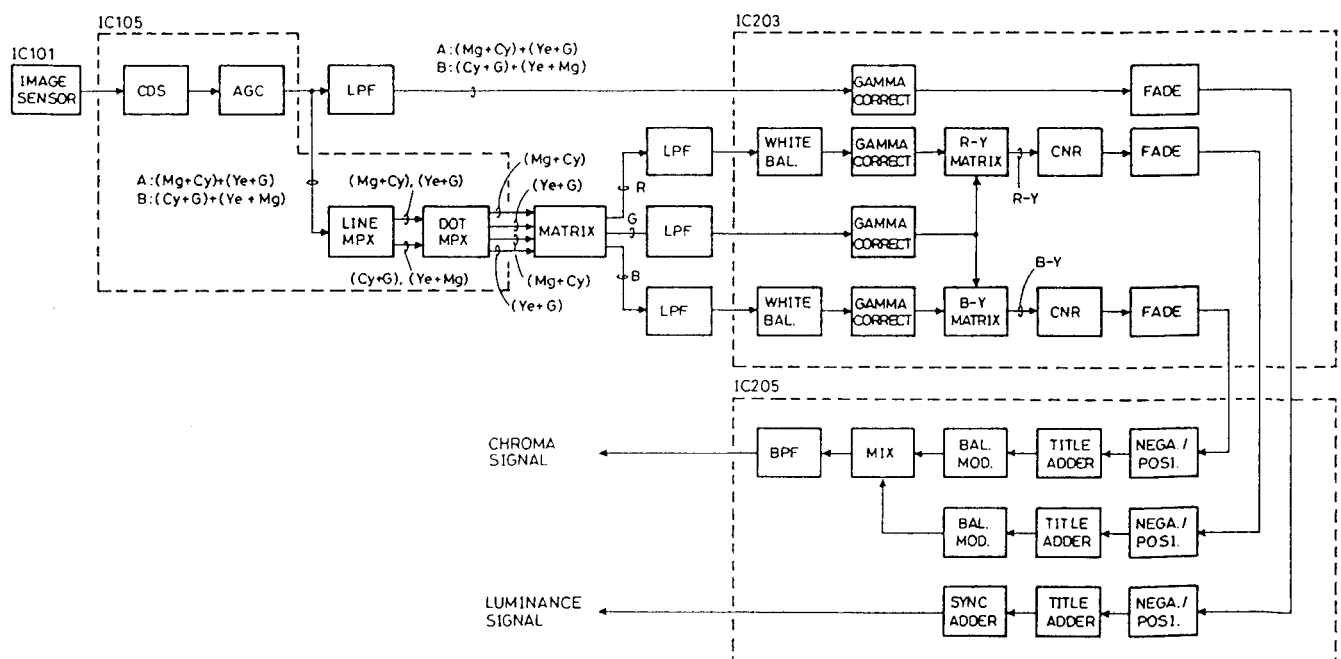

Abb. 2-2 Überblick über den Kamera-Schaltkreis
2. Übersicht über den Kamera-Signalverarbeitungs-Schaltkreis (Abb. 2-2)